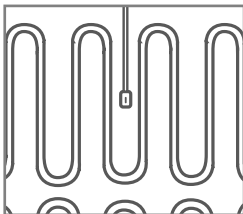
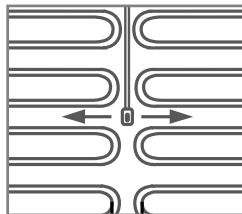
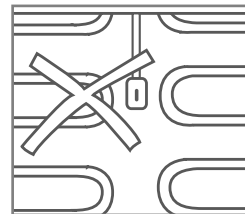

Рис. 9
Рис. 10
Рис. 11
7. **Расположите нагревательную секцию относительно датчика температуры пола.** Проследите, чтобы датчик был расположен внутри витков кабеля (рис. 9) или между двумя секциями (рис. 10) на равном расстоянии относительно витков греющего кабеля. Не устанавливайте датчик температуры пола между витками нагревательного кабеля (рис. 11)